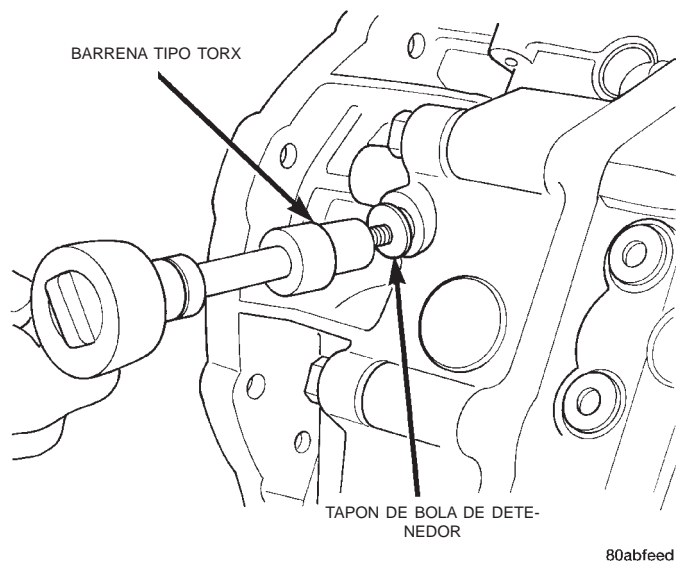
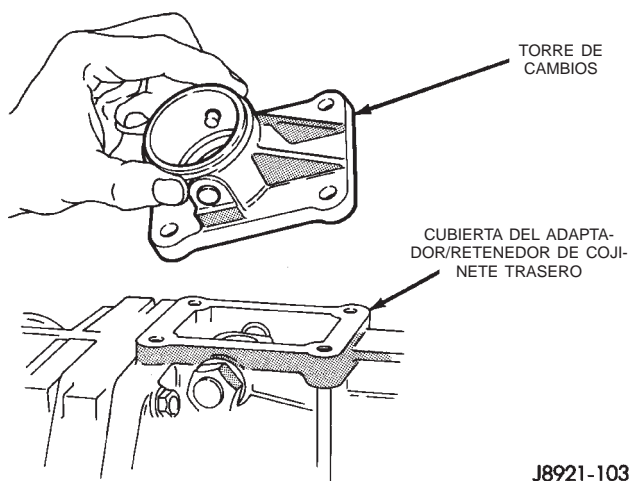

Fig. 46 Instalación de tapón de bola del detenedor
Fig. 47 Instalación de la torre de cambios
(18) Instale el tapón del detenido y apriételo con una torsión de 19 N·m (14 lbs. pie) (Fig. 46).
(19) Instale la junta de la torre de cambios sobre ésta.
(20) Instale la junta y el deflector de aceite de la torre de cambios en la caja del adaptador/retenedor.
(21) Instale la torre de cambios sobre la caja de transmisión (Fig. 47).
(22) Instale los pernos para fijar la torre de cambios en la caja de la transmisión. Apriete los pernos de la torre de cambios con una torsión de 18 N·m (13 lbs. pie).